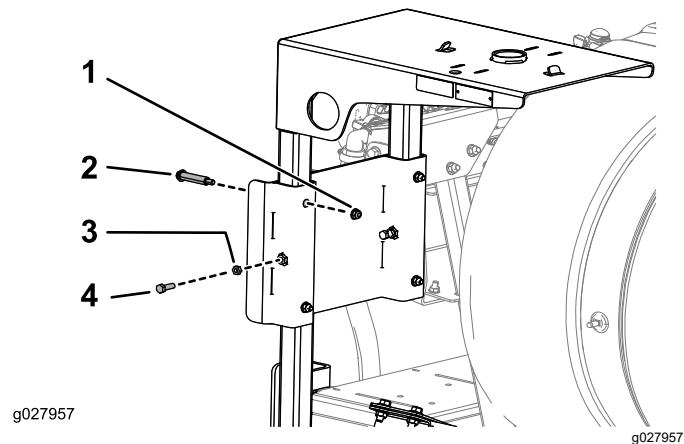

图 14
6. 如图 14 中所示将软管卷架插到卷架支撑托架的插槽中并使用 4 个轴肩螺栓、4 个凸缘螺母 $\frac{5}{16}$ 英寸 - 18 英寸、2 个螺栓 $\frac{5}{16}$ 英寸 - 18 x 1 英寸和 2 个锁紧螺母 $\frac{5}{16}$ 英寸 - 18 英寸固定好卷架。